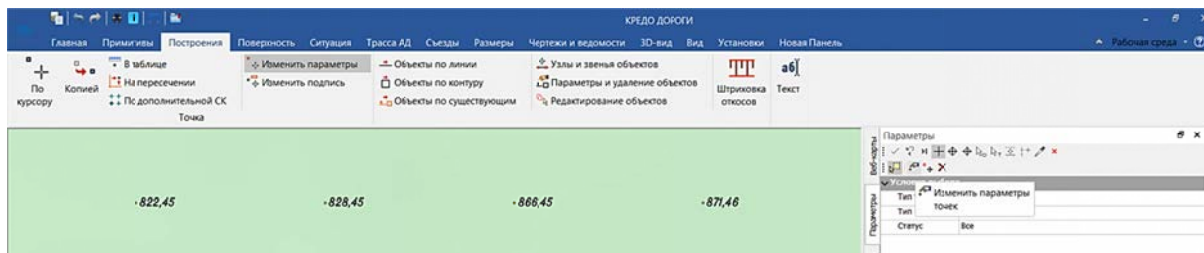

Рис. 7.8. Просмотр параметров импортированных точек высот SRTM
7. Импортированные данные выглядят как сетка рельефных точек с подписями высотного положения над уровнем Балтийского моря (рис. 7.8). Для просмотра параметров отдельных точек необходимо выполнить команду ПОСТРОЕНИЯ – ТОЧКА – ИЗМЕНИТЬ ПАРАМЕТРЫ и на локальной паркуемой панели **Параметры** команда ИЗМЕНИТЬ ПАРАМЕТРЫ ТОЧЕК, указав точку курсором в режиме «захват точки».